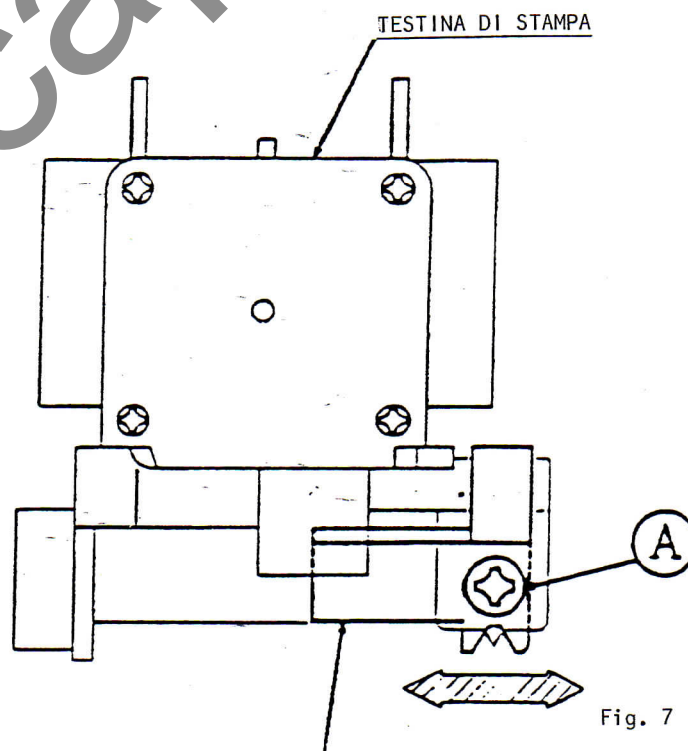

Fig. 7
- 2) Svitare la vite "A" posta sul lato destro inferiore della testina di stampa. Muovere questa verso sinistra o destra per regolare la corretta posizione orizzontale di stampa sulla scheda. - Fig. 7